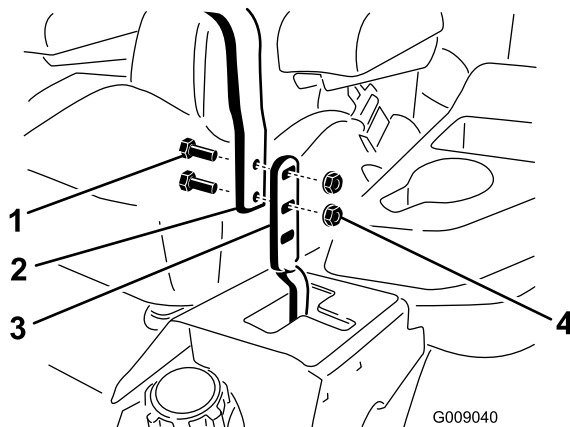

**Figure 57**
3. Desserrez les boulons et les écrous à embase situés dans les leviers (Figure 57).